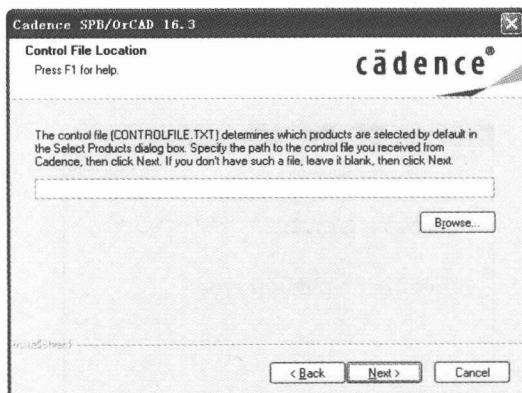

图1.2.8 “Control File Location”窗口
(3) 选择“I accept the terms of the license agreement”后，单击“Next”按钮，出现“Control File Location”窗口，单击“Browse...”按钮，选择管理文件的下载路径，如图1.2.8所示。